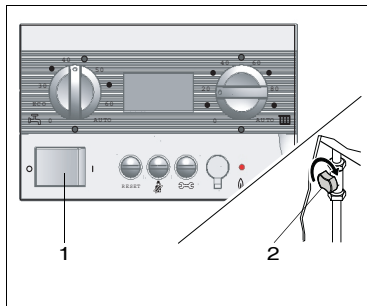

Abb. 9 Betriebsschalter, Gashahn
- Betriebsschalter (Abb. 9, Pos. 1) auf "0" stellen.
- Gashahn (Abb. 9, Pos. 2) schließen (Gashebel steht im rechten Winkel zur Gasleitung).
- Betriebsschalter (Abb. 9, Pos. 1) auf "I" stellen und Gashahn geöffnet lassen.